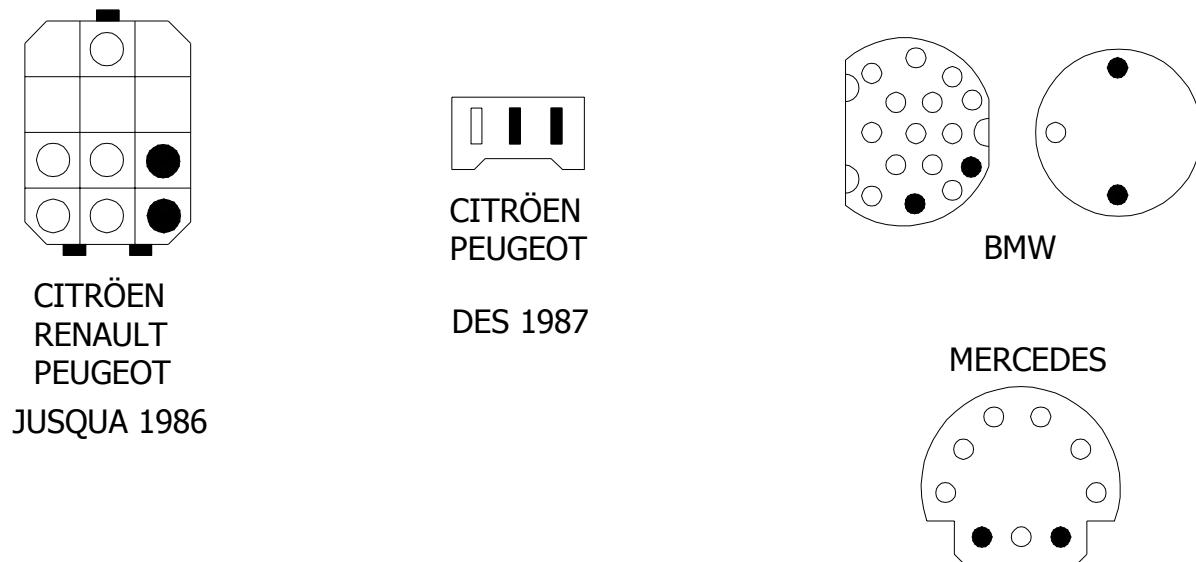

Fig. 1
- Effectuer les connexions et insérer le câble capteur dans la prise spéciale placée dans le logement du moteur (voir Fig. 1).
- Appuyer sur la touche **pistolet/capteur (8)** et s'assurer que la **DEL degrés avance capteur (4)** s'allume.
- Appuyer sur la touche **sélection capteur (6)** et s'assurer que un DEL deux **DEL (5)** ou **(7)** correspondant au capteur sélectionné s'allume (positif ou négatif).
- S'assurer que l'afficheur des degrés indique le déphasage correcte du capteur par rapport au PMH (voir Tab. 1). Dans le cas contraire régler la valeur en tournant le **Commutateur (10)**.